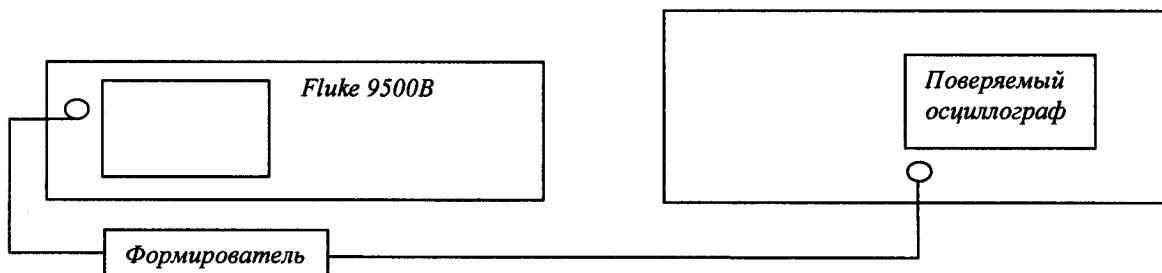

Рис.1.
7.3.1. Определение погрешности измерения напряжения постоянного тока производится с помощью калибратора осциллографов Fluke 9500B с использованием формирователя 9530 по схеме рис.1.
7.3.2. Определение времени нарастания переходной характеристики (ПХ) производится с помощью генератора перепада напряжения калибратора осциллографов Fluke 9500B с использованием формирователя 9530 по схеме рис.1.
7.3.3. Определение погрешности измерения периода (частоты) проводят методом прямых измерений частоты нулевых биений сигналов АЦП осциллографа с использованием генератора синусоидального напряжения калибратора осциллографов Fluke 9500B в соответствии со схемой рис.1.